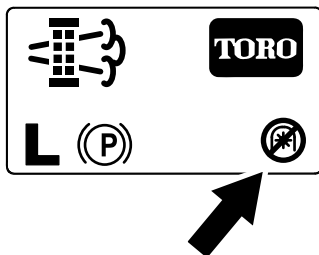

Figura 49
**Nota:** La pantalla de inicio muestra el icono de toma de fuerza desactivada (Figura 49).
**Nota:** La pantalla de inicio muestra el icono de toma de fuerza desactivada; consulte la Figura 49 en Mensajes de regeneración con la máquina aparcada \(página 37\).